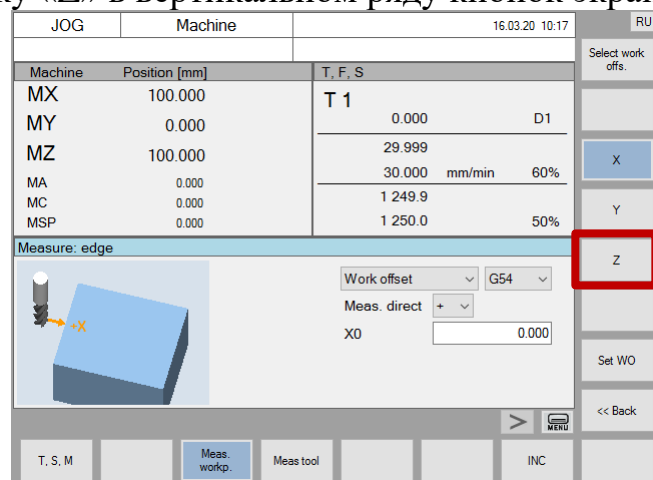

Рис.61. Кнопка «Z»
- Нажать кнопку «Z» в вертикальном ряду кнопок экрана (рис.61);